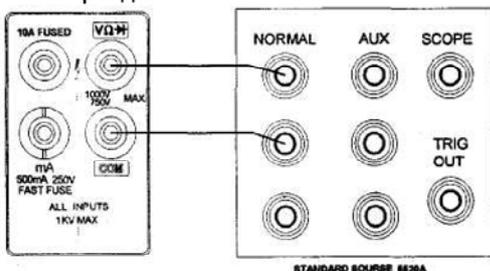

Рисунок 4-1
1. Подключите с помощью щупов выходы NORMAL HI и LO 5520A к входам $V\Omega$ и COM мультиметра (см. рис. 4-1). Выберите для мультиметра функцию и диапазон измерения постоянного напряжения, переменного напряжения, сопротивления или частоты вольт постоянного или переменного тока, сопротивления или частоты, а также нужный уровень выходного сигнала 5520A. Показания должны отвечать требованиям, указанным в разделе 6.